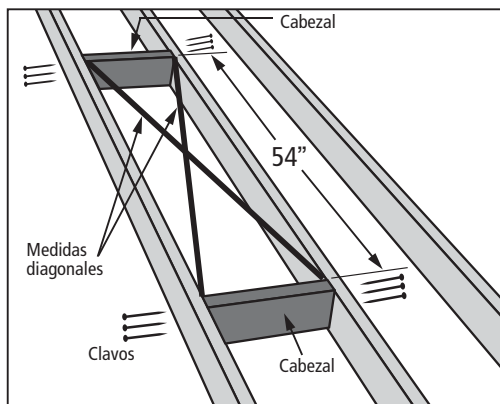

FIGURA 14
Haga la abertura en el techo del tamaño que se indica en la Tabla 1 asegurando que las dimensiones de las mediciones diagonales del marco son iguales como se ilustran en la Figura 14.
A. Para abertura sin necesidad de remover vigas del techo (Figura 14).
- Localizar los cabezales en la parte delantera y trasera de la abertura como se muestra en la Figura 14.
- Asegurelo usando (3) clavos de 16d (aprox. 3 ½" de largo) en cada extremo del cabezal.